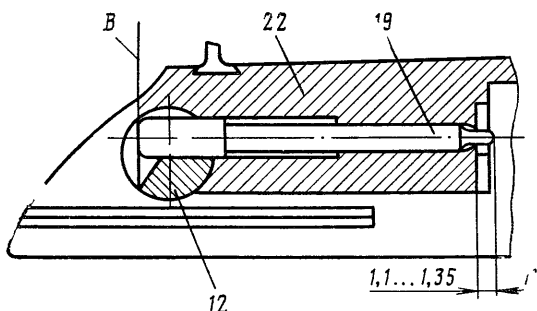

Рис. 42. Проверка выхода бойка ударника:
7.3. Совместить задний торец ударника с задней стенкой паза в затворе (плоскость В на рис. 42) и калиб-
ром К-3 проверить принудительный выход бойка (размер Г на рис. 42), который должен быть 1,1—1,35 мм.
Сместить ударник в крайнее переднее положение, при этом задний торец ударника должен утопять за плоскость *В* затвора (рис. 42).